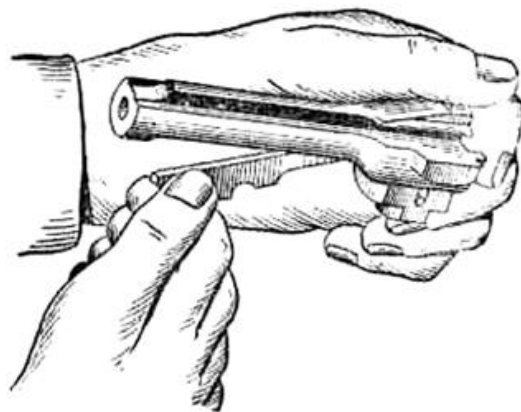

Рис. 93 Отделение ударника от затвора
8) Отделить ударник от затвора. Взять затвор в левую руку каналом книзу, сдвинуть ударник назад до отказа и, пальцами правой руки перемещая его за выступ вперед (рис. 93), извлечь ударник из канала затвора.